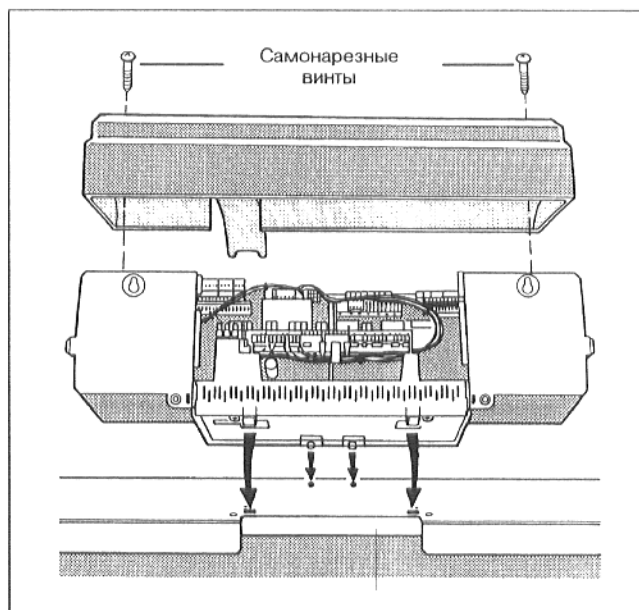

Рис. 19
- Вывернуть оба самонарезных винта сверху из закрывающего кожуха клемм и снять кожух (Рис. 19).
- Надеть закрывающий кожух клемм и привинтить 2 самонарезными винтами (Рис. 19).